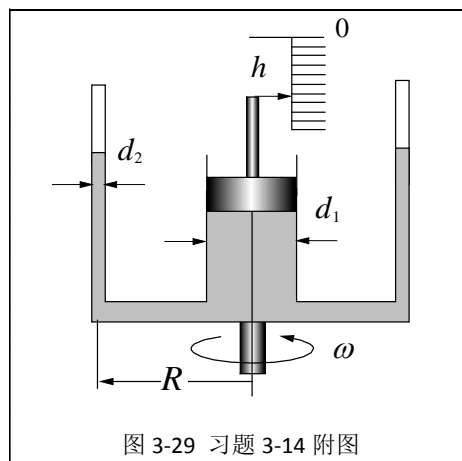

图 3-29 习题 3-14 附图
**3-14** 图 3-29 所示是一液体转速计，由直径为  $d_1$  的中心圆筒和重量为  $W$  的活塞、以及两个直径为  $d_2$  的有机玻璃管组成，玻璃管与转轴轴线的半径距离为  $R$ ，系统中盛有汞液。试求转动角速度  $\omega$  与指针下降距离  $h$  的关系。设  $\omega=0$  时， $h=0$ 。